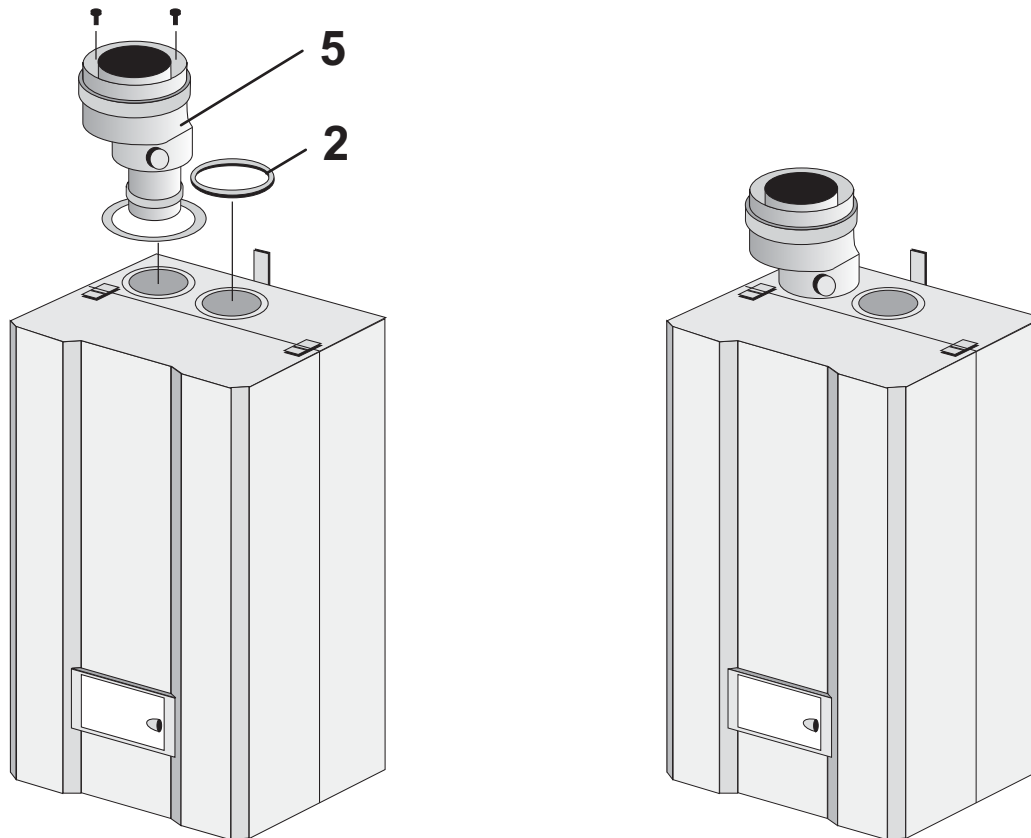

Abb. 2.3
- Das mitgelieferte konzentrische Abgasübergangsstück 75/125 inkl. einer Gummidichtmanschette 60mm ist sorgfältig zu montieren; dabei ist darauf zu achten, dass die Zu- und Abluftwege frei von Fremdkörpern sind. Anschließend sind sie auf ihre Dichtigkeit zu prüfen (siehe Abb. 2.3). Die Gummidichtmanschette (2) ist in die dafür vorgesehene Öffnung (1) rechts neben dem konzentrischen Anschluß einzubauen.
- Einen O-Ring in die Mitte des jeweiligen Anschlusses legen; dies gilt für alle Anschlüsse (1) bis (3) (Abb.2.3). Beim Gasanschluss ist darauf zu achten, daß der richtige O-Ring eingelegt wird.